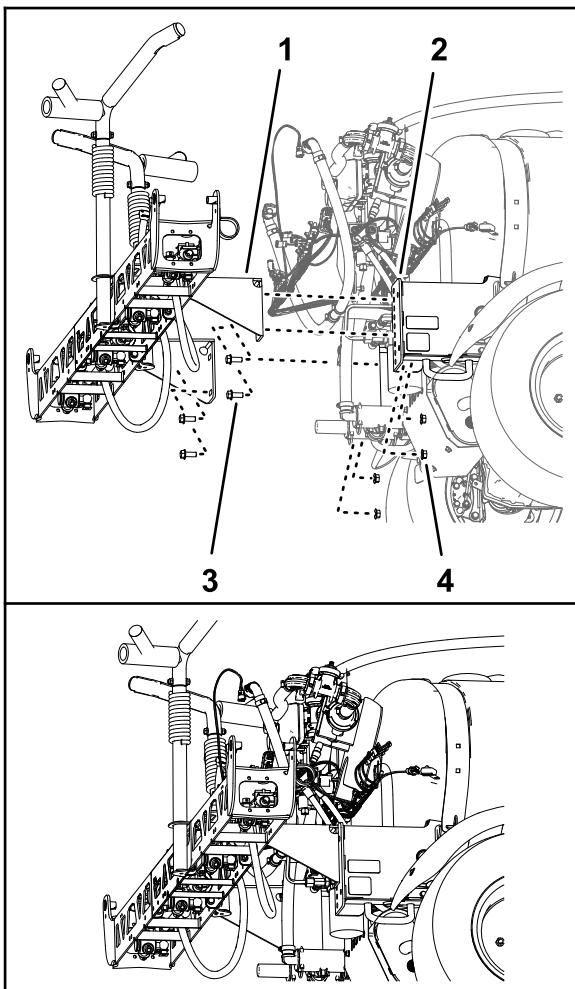

Bild 95
1. Verwenden Sie eine Hebevorrichtung mit der angegebenen Kapazität, heben Sie den mittleren Sprühabschnitt an und fluchten die Löcher in der Stützhalterung für den Sprühabschnitt (Bild 95) mit den Löchern in der Befestigungsplatte für den Maschinenrahmen aus, den Sie in Schritt 3 in Entfernen des mittleren Sprühabschnitts \(Seite 25\) identifiziert haben.
2. Befestigen Sie den mittleren Sprühabschnitt mit den vier Bundkopfschrauben (1/2" x 1-1/4") und den vier Sicherungsbundmuttern (1/2"), die Sie in Schritt 4 in Entfernen des mittleren Sprühabschnitts \(Seite 25\) entfernt haben, an den Befestigungskanälen (Bild 95).